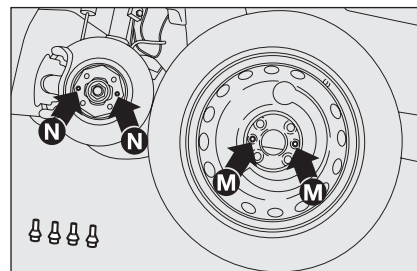

fig. 15
- montare il ruotino facendo coincidere i fori **M**-fig. 15 con i relativi perni di centraggio **N**;